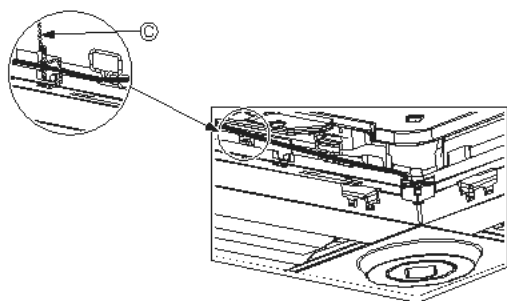

Fig. 10-12
- Zamocować przewody czujnika i-See i odbiornika sygnału do panelu za pomocą mocowań w sposób pokazany na schemacie tak, aby przewody nie zwisały, a następnie odciąć nadmiar końcówki mocowania. (Fig. 10-12)
- Jeśli położenie czujnika i-See zostało zmienione z położenia "o" (E) na położenie "a" (F), należy zmienić ustawienia funkcji. (Patrz strona 274).